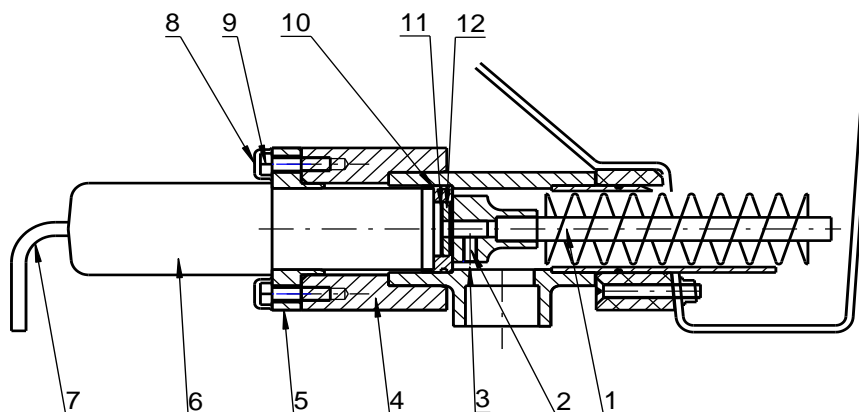

Abbildung 22, Dosiermotor mit Dosierschnecke
- Staubkappe vom Dosiermotor abziehen, alten Dichtsatz aus der Staubkappe herausnehmen, Welle des Dosiermotors gut reinigen, frisches Silikonfett auf das Kugellager streichen, Dichtscheibe 19/4x0,5 EPDM (11, *Abbildung 22*) auf die Welle drücken. Filzscheibe (12, *Abbildung 22*) gut einfetten und aufschieben, Staubkappe darüber schieben, altes Teflonband lösen und neues aufziehen ca. 3 Lagen.